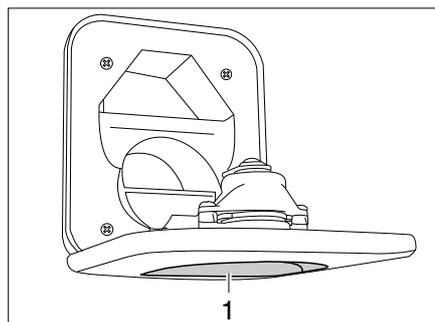

Bild 246 Frischwasser-Einfüllstutzen für Toilette
- Frischwasser-Einflussstutzen für Toilette (Bild 246,1) oberhalb der Klappe für den Fäkalientank öffnen und nach unten schwenken.